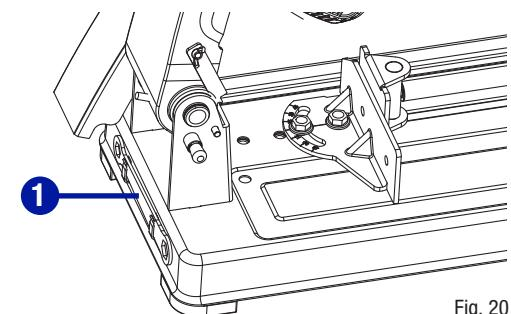

Fig. 20
ENTREPOSER LA CLÉ À DISQUE (Fig. 20)
Rangez la clé à disque (1) à l'arrière de la tronçonneuse lorsque vous n'utilisez pas cette dernière, comme illustré à la Fig. 20.